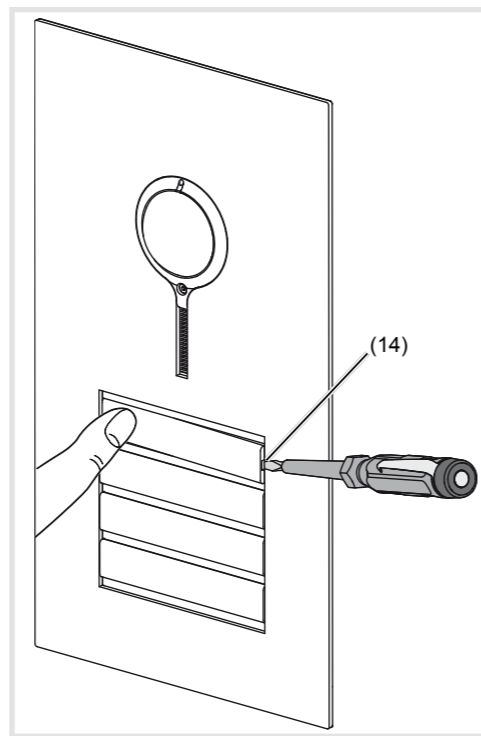

Bild 3: Namensschild Abdeckung lösen
- Auf der gegenüberliegenden Seite wird die Hebelöffnung (14) für einen Schraubendreher zugänglich.
- Schraubendreher in der Hebelöffnung (14) ansetzen und Arretierung lösen (Bild 3).